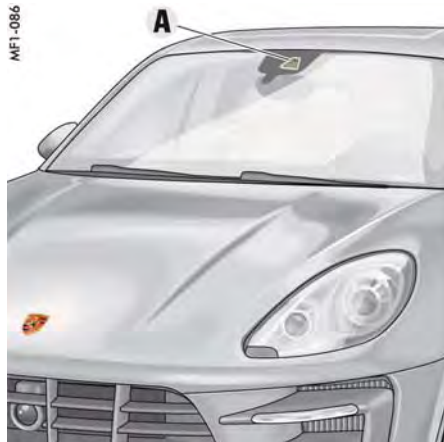

図68: ルーム・ミラー・カメラ
- ▶ ルーム・ミラーのカメラの視界（図68, **A**）をステッカーなどで遮らないでください。